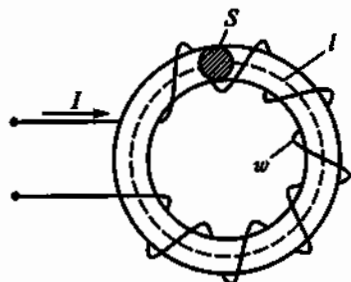

Рис. 59
2.34.Р. Какова индуктивность L катушки с ферромагнитным сердечником, изображенной на рис. 59, если $I = 0,2$ А, $S = 5$ см², $l = 20$ см, $B = 0,8$ Тл, $w = 1000$ витков?